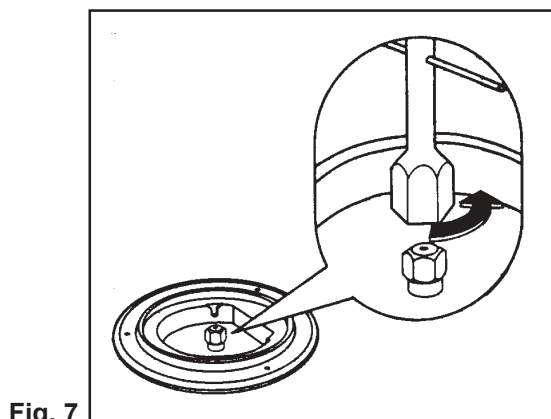

Fig. 7
3. Con una llave tubular de 7 mm. desenrosque y quite (Fig. 7) los inyectores, sustituyéndolos con los que correspondan al tipo de gas de funcionamiento (Véase tabla).